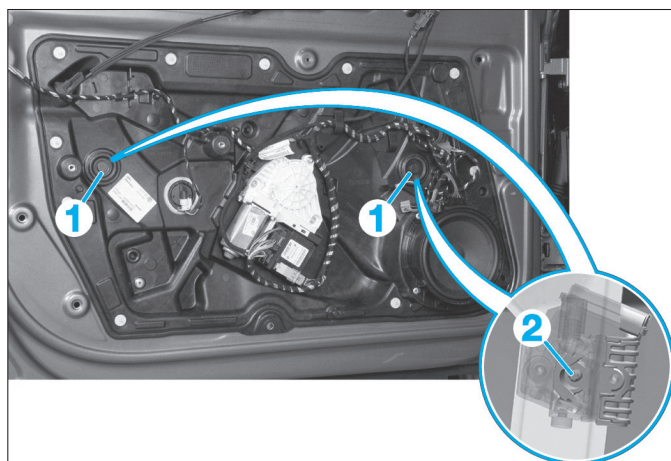

Fig. 64
- Retirer les capuchons (1) en faisant levier (Fig.64).
- Abaisser la vitre de porte avant jusqu'à ce que les vis de calage (2) soient accessibles.
- Desserrer les vis (2) (filetage à gauche) et écarter les mâchoires de serrage.